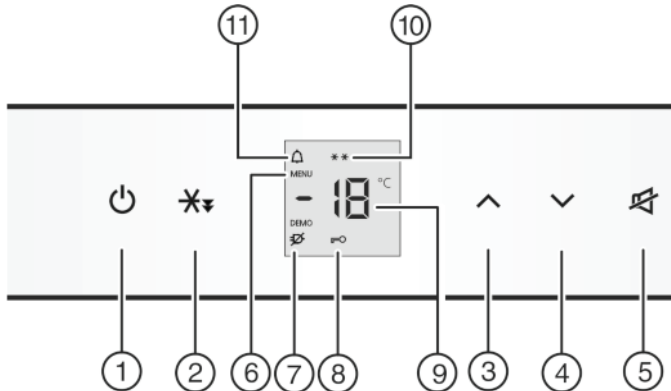

Fig. 2
- ▶ нажмите кнопку On/Off Fig. 2 (1).
- ▶ Активация режима настройки: удерживать кнопку быстрой заморозки Fig. 2 (2) прим. 5 с.
- ▷ Символ меню Fig. 2 (6) горит.
- ▶ Коротко нажать кнопку быстрой заморозки Fig. 2 (2) для подтверждения.
- ▶ Для включения защиты от детей коротко нажать клавишу быстрой заморозки Fig. 2 (2).
- ▷ Символ "Защита от детей" Fig. 2 (8) горит. На индикации мигает **c**.
- ▶ Для выключения защиты от детей коротко нажать клавишу быстрой заморозки Fig. 2 (2).
- ▷ Символ защиты от детей Fig. 2 (8) гаснет. На индикации мигает **c**.
- ▶ Выход из режима настройки: нажмите кнопку On/Off Fig. 2 (1).
- ▶ Нажмите кнопку Alarm Fig. 2 (5).
Одновременно мигает индикация температуры и символ тревоги Fig. 2 (11).
Звуковой сигнал выключается автоматически, символ аварийного сигнала *Fig. 2 (11)* выключается и индикатор температуры перестает мигать, если температура снова становится достаточно низкой.
- ▶ Нажмите кнопку Alarm *Fig. 2 (5)*.
- ▶ Установка более высокой температуры: нажмите кнопку настройки Up *Fig. 2 (3)*.
- ▶ Установка более низкой температуры: нажмите кнопку настройки Down *Fig. 2 (4)*.